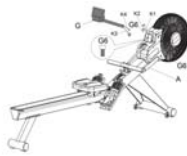

FIGURE 6
- Nach der Figure 6, halten Sie die Gleitschiene (F) fest, dann können Sie das Gerät einfach an den neuen Standort transportieren.